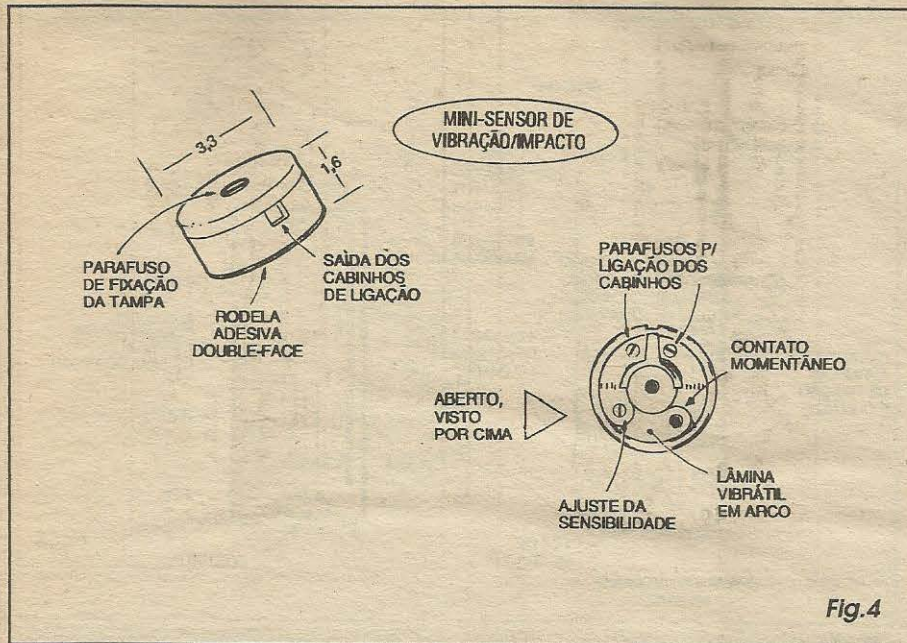

Fig. 4
- **FIG. 4 - O MINI-SENSOR DE VIBRAÇÃO/IMPACTO** - Por ser um componente usado menos frequentemente (e, especificamente este, de modelo *novo*...), a ilustração traz ao leitor/hobbysta uma série de importantes informações visuais quanto à peça... Por fora trata-se de um pequeno e baixo cilindro plástico (3,3 cm. de diâmetro e 1,6 cm. de altura...) fechado por uma tampa (presa por parafuso central), e contendo lateralmente uma pequena fenda de saída para os fios de ligação a serem conectados... Removendo-se a tampa (é forçoso que isso seja feito, para a ligação dos cabinhos que levarão a informação ao circuito...) são vistos alguns conjuntos de lâminas metálicas, dispostas em arco ao longo da periferia do círculo... A figura evidencia os pontos de conexão para a fiação externa, o contacto momentâneo, e também um parafusinho através do qual pode-se ajustar a sensibilidade do dispositivo. Quanto mais perto ficarem um do outro os pontos do contacto momentâneo, mais sensível será o conjunto... Já afastando-se tais contactos um do outro (pela ação em sentido reverso, do citado parafusinho de ajuste...), torna-se o conjunto menos sensível, passando a necessitar de pancadas mais fortes para o acionamento (fechamento momentâneo...) dos ditos contactos... Na base do conjunto, existe uma roleta de adesivo *double-face*, originalmente recoberta por um papel protetor, que deverá ser removido apenas quando da instalação final do sensor no seu lugar (detalhes mais adiante...), o que se faz por simples pressão...